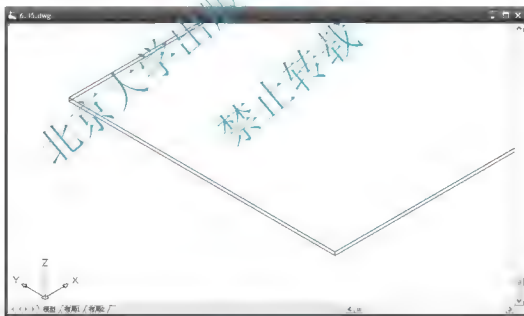

图 6.35 拉伸屋面板
② 在指定拉伸的高度或 [方向(D)/路径(P)/倾斜角(T)]: 提示下, 输入“100”, 指定将面域向上拉伸 100mm, 结果如图 6.35 所示。